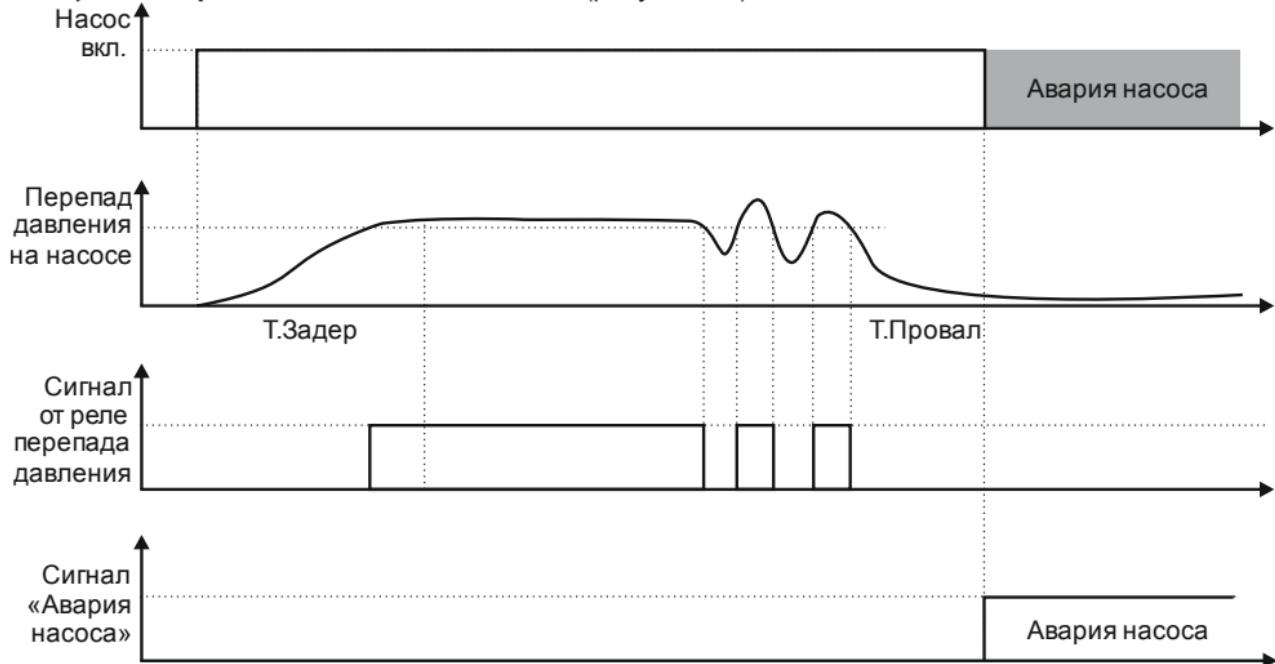

Рисунок 3.3 - Обработка сигнала от датчика перепада давления ($\Delta P_1/\Delta P_2$)
1) Нет перепада давления на насосе (рисунок 3.3)